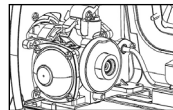

Abb. 3
3. Überprüfen Sie die Oberfläche der Gaskartuschaufnahme auf Fremdkörper (Magnetstaub, etc.) und entfernen Sie diese ggf. mit Klebeband [Abb. 3].